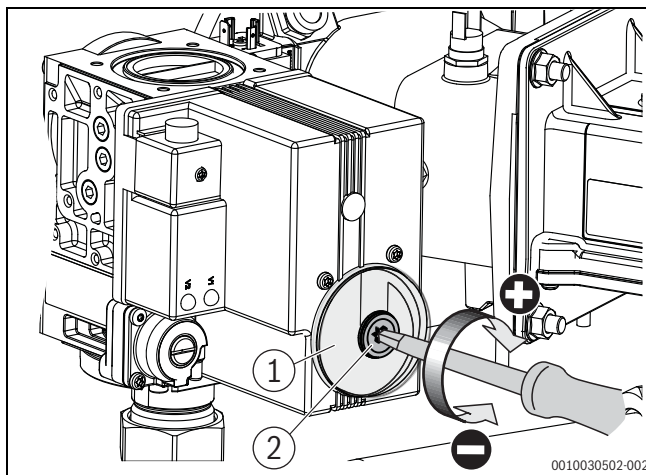

Fig. 19 Indstilling af O₂-indholdet ved fuldlast (kedelstørrelse 150 kW – 300 kW)
- ▶ Tag beskyttelseskappen på gasarmaturet af (→ fig. 19).
- ▶ Indstil O₂-værdierne på indstillingsskruen for fuldlast til 4,5 % - 0,9 % / +1,8 % (→ fig. 19).